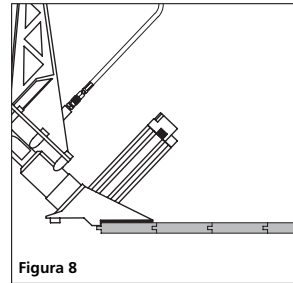

Figura 8
3. Coloque la herramienta contra el listón como se indica en la Figura 8, con la placa de la zapata sobre el listón ya ajustado. Asegúrese de que la boquilla de salida del sujetador esté colocada firmemente contra la lengüeta del listón.